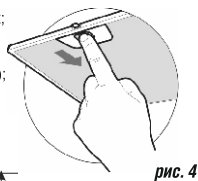

рис. 4
- перед установкой вытяжки снимите алюминиевый фильтр (рис. 4);
8.3 Для очистки алюминиевого фильтра извлеките его из вытяжки (рис.4). Произведите очистку фильтра с помощью щетки горячим водным раствором нейтрального моющего средства вручную или в посудомоечной машине (при 60°C). Сильно загрязненный фильтр не следует мыть в посудомоечной машине вместе с посудой. Старайтесь не гнуть фильтр при мойке. Возможное изменение цвета фильтра, с течением времени, не приводит к снижению эффективности его действия.